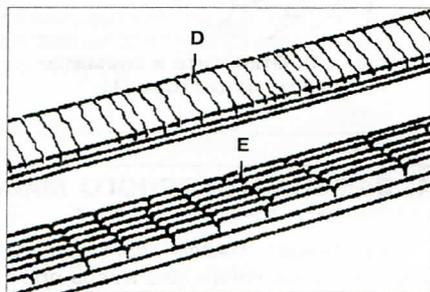

Рис. 1.5. Повреждения внешней части ремня **D** и поперечное повреждение ребер ремня **E**.
- повреждения внешней части ремня **D** и поперечное повреждение ребер ремня **E** (рис. 1.5);